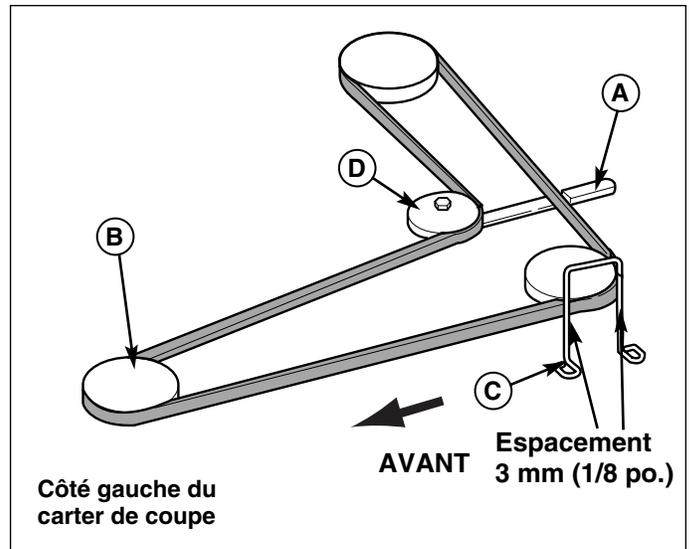

Figure 44. Configuration typique de la courroie sur les carters à deux lames
3. Pousser le bras de tension (A, Figure 44 ou 45) pour détendre la courroie. Dégager la courroie de la poulie de PDF (embrayage électrique).
4. Sur certains modèles : desserrer le ou les étriers de butée de courroie (C) ou les carters de courroie (C).
6. Sur certains modèles : remettre le ou les étriers de butée de courroie (C) dans leur position d'origine. Il doit y avoir un espace de 3 mm (1/8 po.) entre la butée et la poulie.